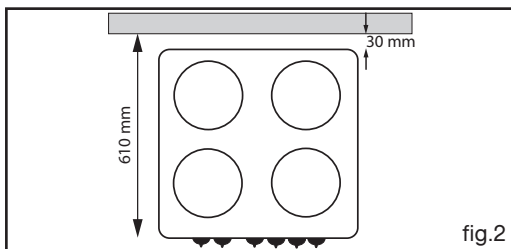

fig.2
- Cote de profondeur d'encastrement entre le mur à l'arrière et l'avant de l'appareil : **610 mm** (voir fig. 2, vue de dessus).
- Desserrez les vis du serre-câble (fig.2).
- Introduisez le câble d'alimentation par le côté du capot et dans le serre-câble situé à droite du bornier. (Reportez-vous au tableau de la page précédente pour le choix de la section du câble) (fig.2).